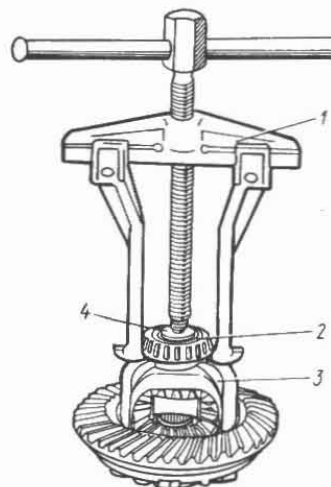

Fig. 3-64. Desmontaje del aro interior del cojinete de la caja del diferencial con el extractor universal A.40005/1/6:
- saque los aros interiores 2 (fig. 3-64) de los cojinetes de rodillos de la caja 3 del diferen-